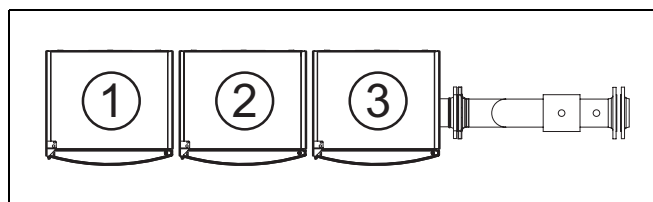
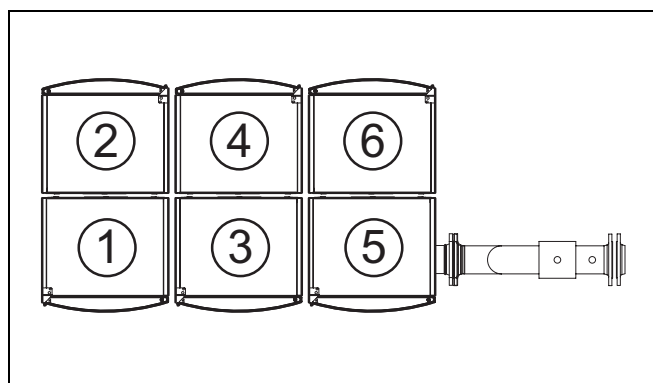

Рис. 7 Последовательность монтажа при линейной установке (TL)
Рис. 8 Последовательность монтажа при установке "спиной к спине" (TR)
- Подвесьте первый отопительный котел к каскадной раме согласно рис. 7 или рис. 8.
При монтаже отопительного котла обязательно учитывайте последовательность монтажа, приведенную в рис. 7 и рис. 8.